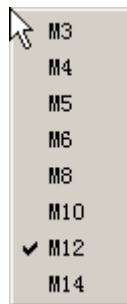

图 3-11
⑬ 单击三角图标，弹出快捷菜单，如图 3-11 所示，选择【M12】选项并按键盘上的【Esc】键，即可绘制大小为 M12 的六角螺母。